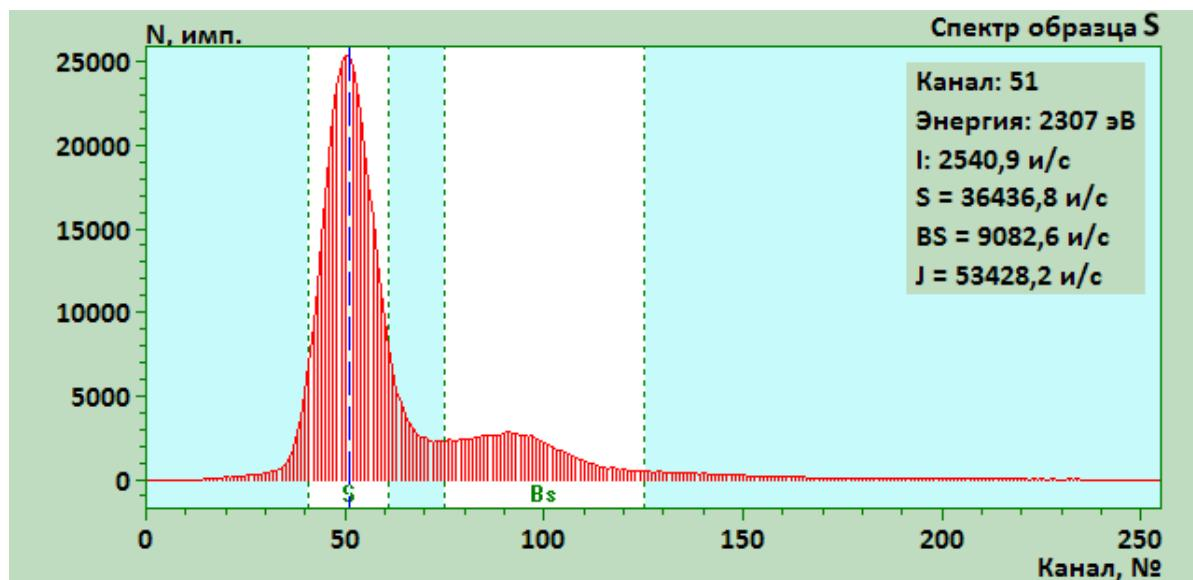

Рисунок 2
- 8.6 На спектре химического элемента серы (Рисунок 2) можно наблюдать рентгеновскую линию серы с энергией 2307 эВ (S K-L2,3) (белая область в районе 51 канала) и спектр рассеянного излучения Bs, белая область которого в районе 100 канала используется для получения необходимого отношения.